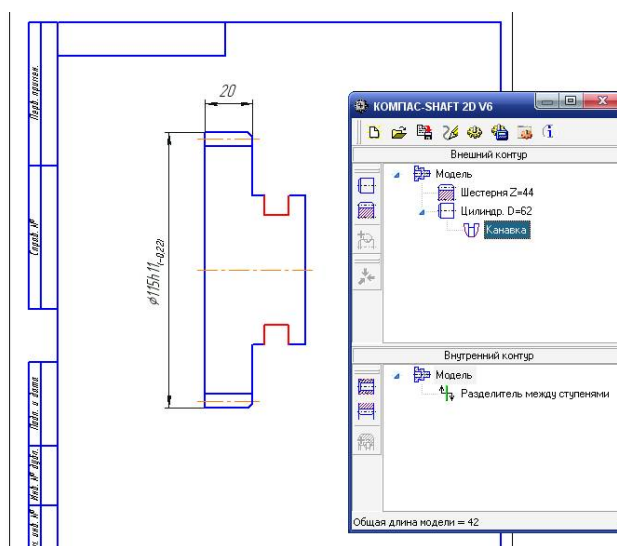

Рисунок 1.20 - Результат побудови елемента **Канавка**
5. натисніть кнопку **Применить** , а потім **ОК**. На кресленні шестерні з'явиться канавка (рисунок 1.20).